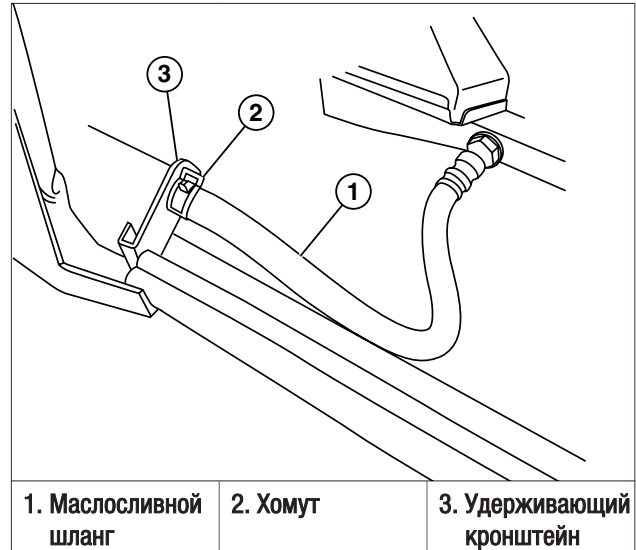

Рисунок 13
6. Ослабьте хомут на маслосливном шланге и сдвиньте шланг с удерживающего кронштейна (рисунок 13).